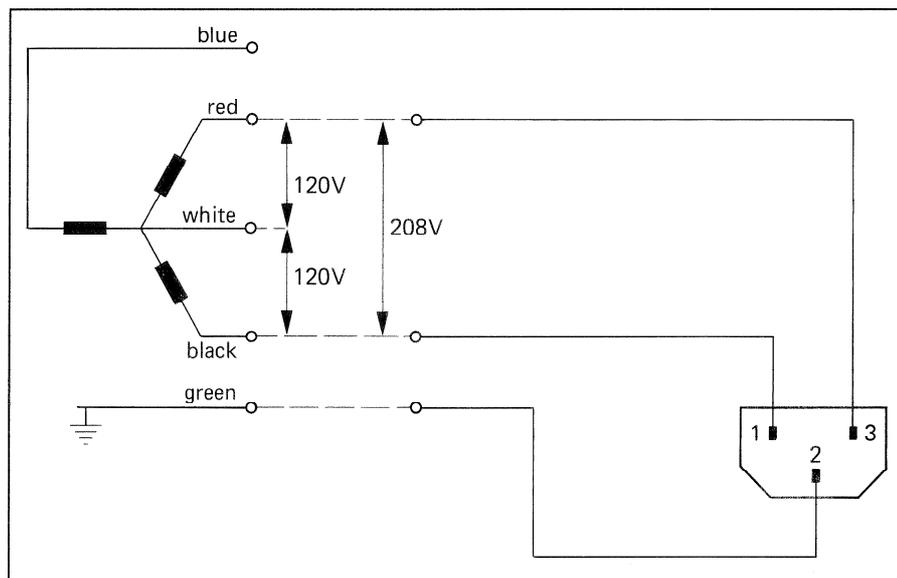

Fig. 1.3.4 Prinzipdarstellung des Spezialkabels für 208V.
- Die in der U.S.A verwendete 3-Phasen Netzinstallation kann mit Hilfe eines Spezialkabels (Fig. 1.3.4) auf zwei Phasen reduziert werden. So kann eine Spannung von 208 V gewonnen werden, welche für einen einwandfreien Betrieb der D820 MCH genügt.